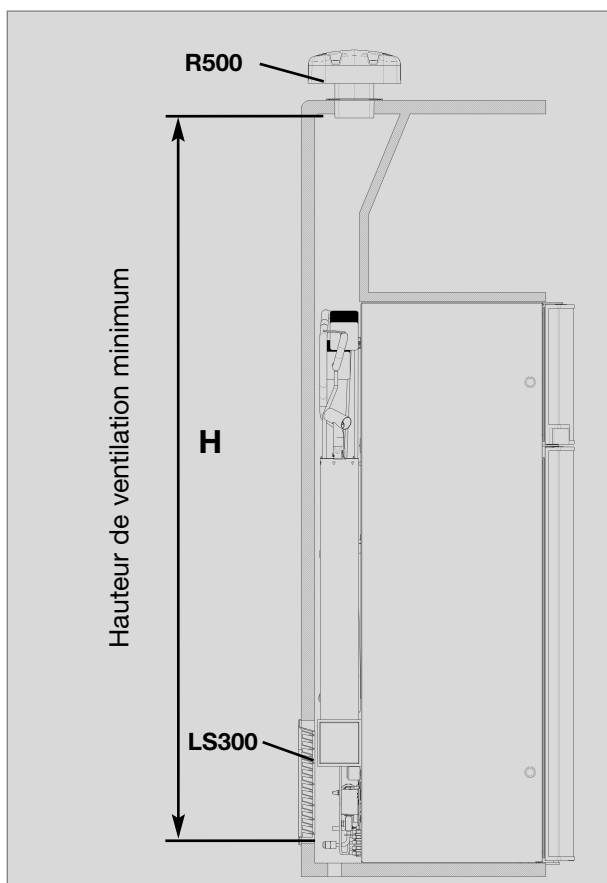
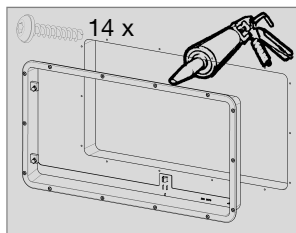

Fig. 13
Fig. 16
L'aération du groupe frigorifique est effectuée au moyen de deux ouvertures dans la paroi de la caravane. L'air frais pénètre par le bas et afflue réchauffé par la grille d'aération supérieure (effet de cheminée). **Il est recommandé d'installer la grille d'aération supérieure le plus haut possible, au-dessus du condenseur (Fig. 13) . La grille de ventilation inférieure doit être à fleur de la niche (Fig. 16) afin que le gaz non brûlé (le gaz étant plus lourd que l'air) puisse être directement acheminé à l'air libre. Le brûleur à gaz doit se trouver au-dessus du bord (1) .**